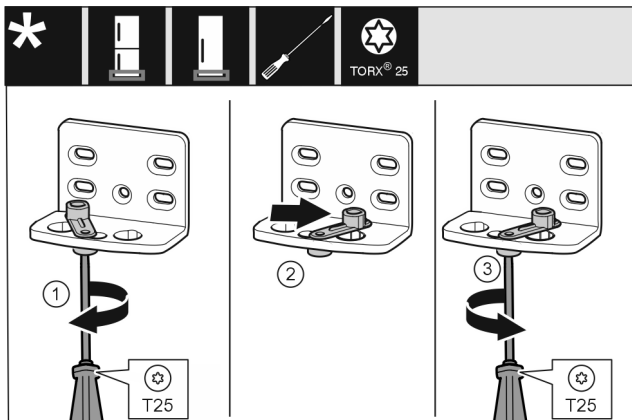

Fig. 10
- ▶ Atlaisvinkite varžtą atsuktuvu T25. Fig. 10 (1)
- ▶ Pakelkite pagalbinį durų uždarymo įtaisą ir 90° kampu pasukite į dešinę kiaurymėje. Fig. 10 (2)
- ▶ Tvirtai prisukite varžtą atsuktuvu T25. Fig. 10 (3)